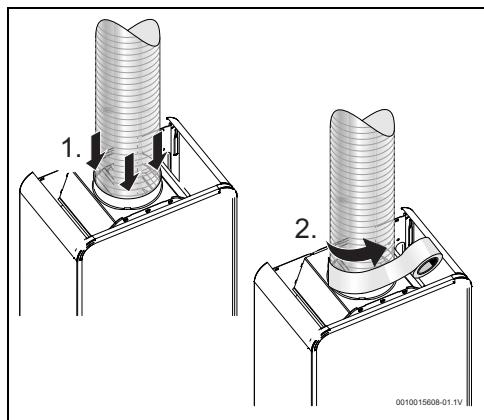

Fig. 12
- ser introduzida no interior do anel da chaminé (\rightarrow dimensão do anel na Tab. 4), sem folgas, e apoiada nos encaixes. Na existência de folgas, a ligação tem de ser vedada com material adequado (Fig. 12).